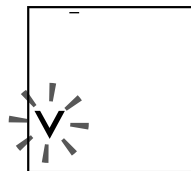

Рис.12
2. Нажмите кнопку START/STOP. На дисплее замигает символ стравливания «V» и прибор выпустит остатки воздуха из манжеты (рис.12).